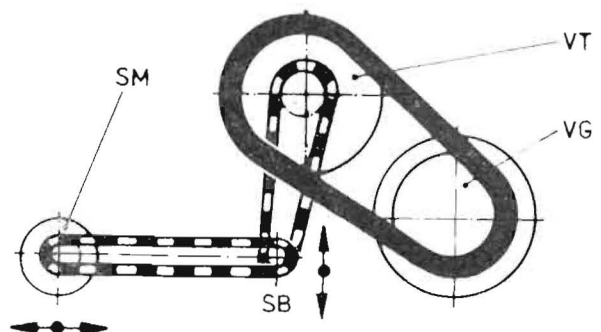

Bild 6/73
Verstellung der auf der Leittrommelwelle befindlichen treibenden Variatorscheibe (VT). Der senkrechte Kettenstrang wird durch Verschieben des Spannbockes (SB) in senkrechter Richtung gespannt, während der waagerechte Kettenstrang durch ein waagerechtes Verschieben des Stellmotors (SM) gespannt wird (Bild 6/73).